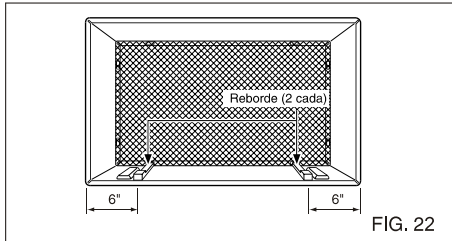

FIG. 22
- 7** Extraiga el refuerzo de las tiras de reborde 33,02 (13) y fíjelas según se muestra abajo en la FIG 22. La parte superior del reborde debe colocarse enfrente del reborde en la base del alojamiento de la pared.